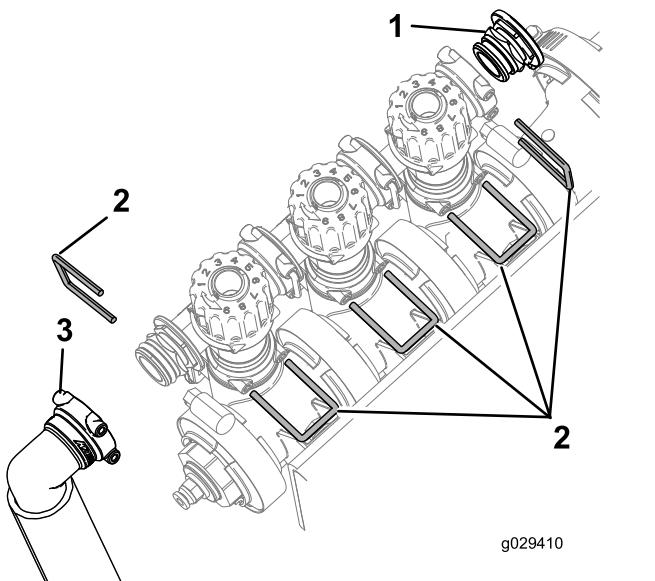

Figura 10
3. Retire las horquillas de retención que sujetan el conjunto de válvulas de desvío de los brazos, el conector de extremo y la manguera, según se muestra en Figura 10.